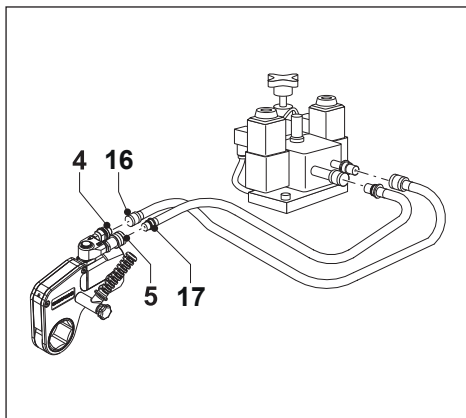

Fig. 8
3.5 Collegare i tubi flessibili (fig. 8)